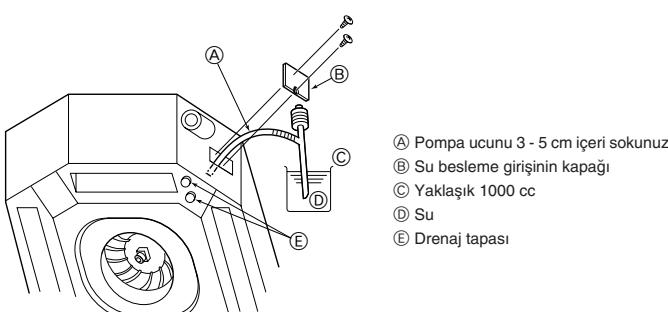

Fig. 6-2
6.1. Drenajın kontrolü (Fig. 6-2)